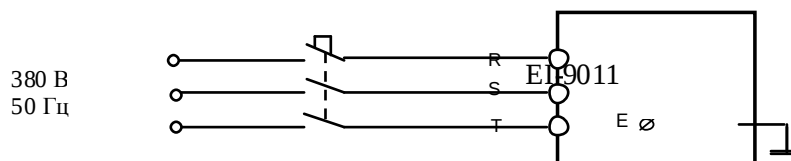

Рис. 4.16. Подключение ПЧ к сети 3ф 380В
4.13.3. Подать напряжение питания 3Ф ~380 В на преобразователь, как показано на рис. 4.16.